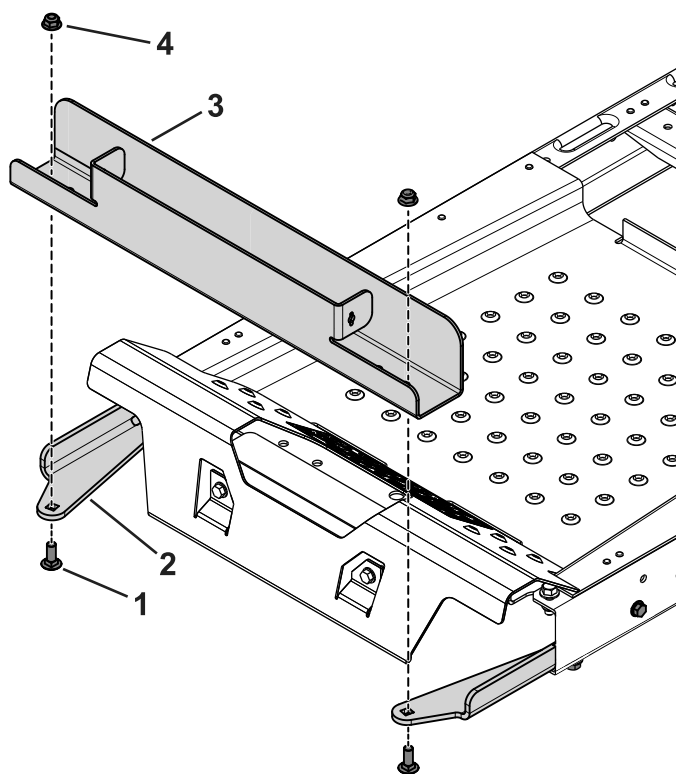

Figura 2
3. Utilize os 2 parafusos de carroçaria (3/8 x 1 pol.) e as porcas flangeadas para fixar o tabuleiro de pesos às montagens (Figura 2).